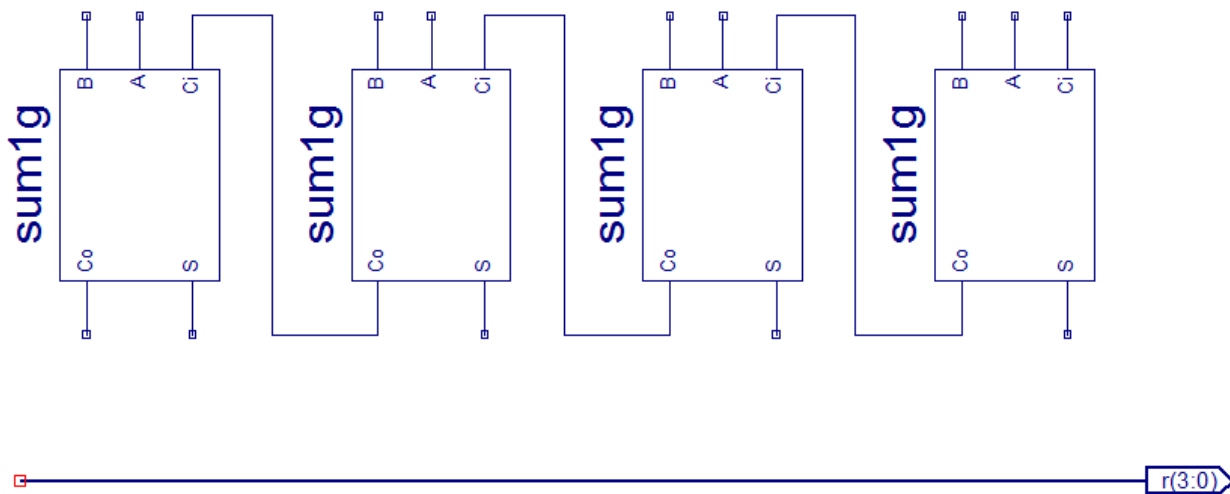

figura 15
4. Se prelungeste magistrala $r(3:0)$ ca în figura 15.